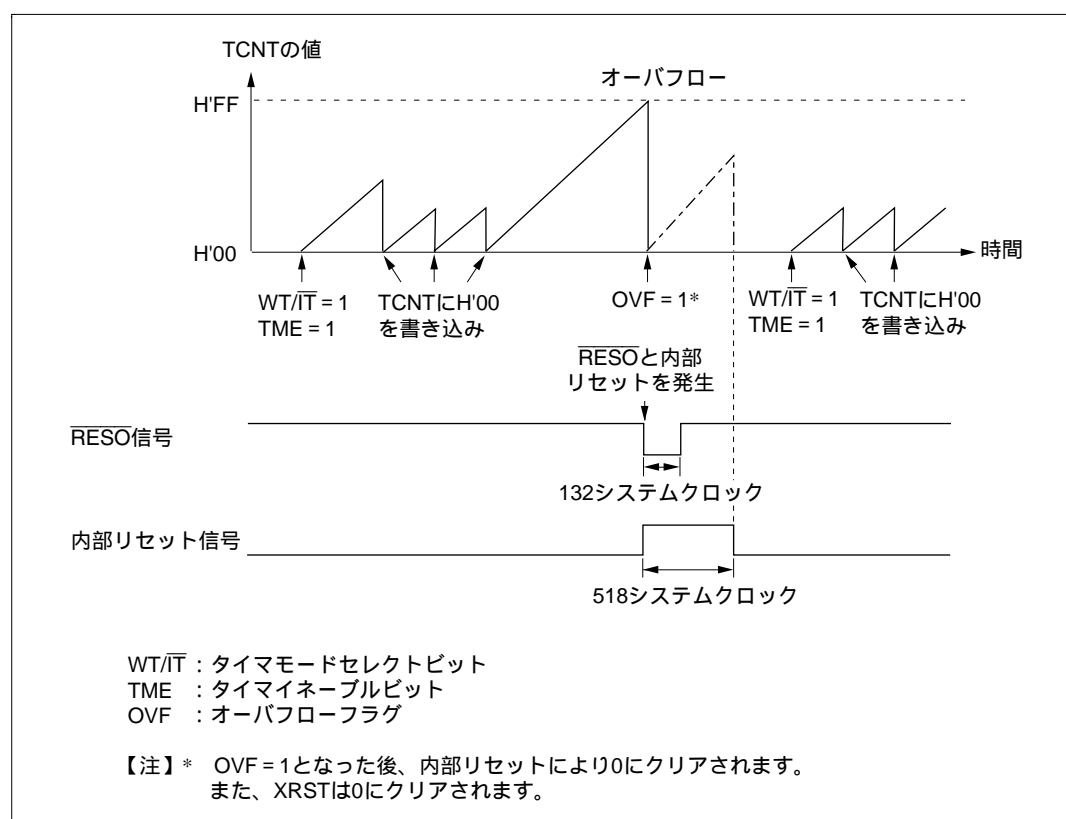

図 14.3 ウォッチドッグタイマモード時 (RST/NMI=1) の動作
RST/\overline{NMI} ビットを 1 に設定すると、カウンタオーバーフローにより 518 システムクロック (518) の間、本 LSI をリセットし、同時に \overline{RESO} 端子から 132 ステートの間 Low レベル信号が出力されます。これを図 14.3 に示します。この \overline{RESO} 信号を用いて、システムをリセットすることができます。